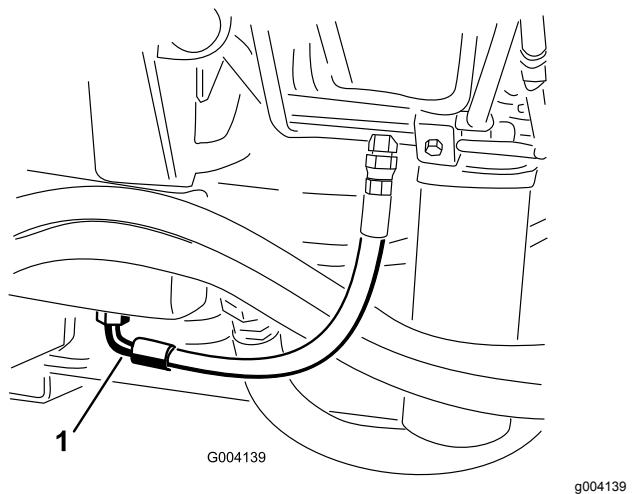

Bild 65
2. Stellen Sie eine große Auffangwanne unter das Anschlussstück, das unten am Hydraulikölbehälter befestigt ist (Bild 65).